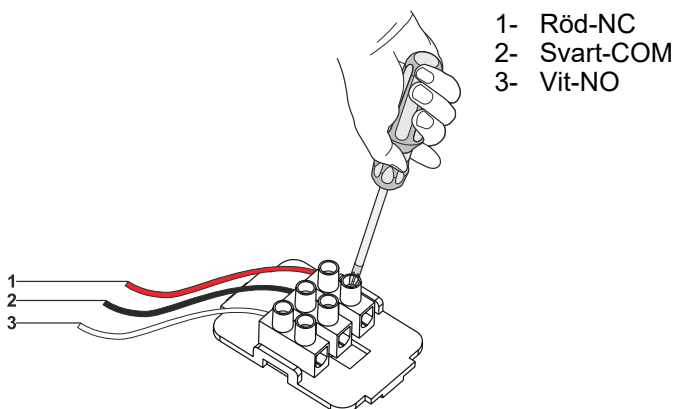

Fig. 11
- 1. ➤ **NC / COM:** När dessa 2 anslutningar används och fläkten stängs av kommer fläkten skicka en signal till den anslutna enheten (Fig. 11).
- 2. ➤ **NO / COM:** När dessa 2 anslutningar används och fläkten sätts på kommer fläkten skicka en signal till den anslutna enheten (Fig. 11).